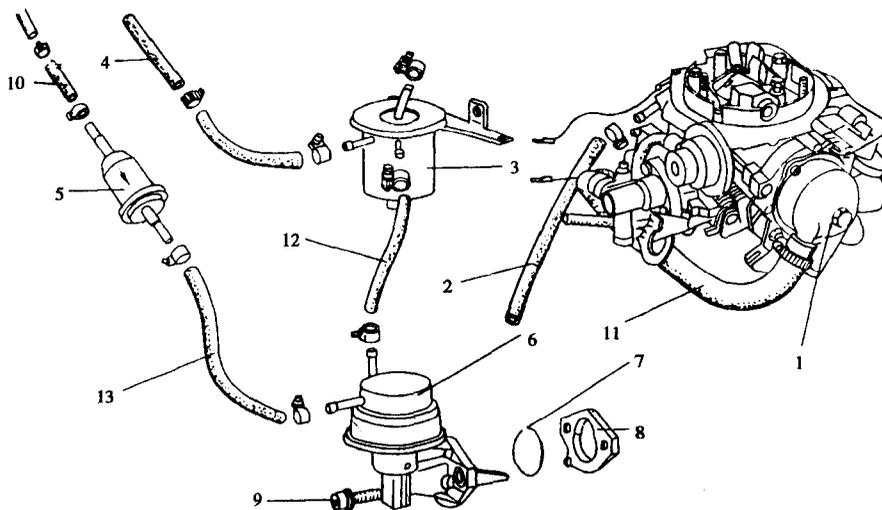

图 1-9 燃油管的拆卸
- (1) 如图 1-9 所示, 拆下各油管、螺栓 9, 取下燃油泵 6。